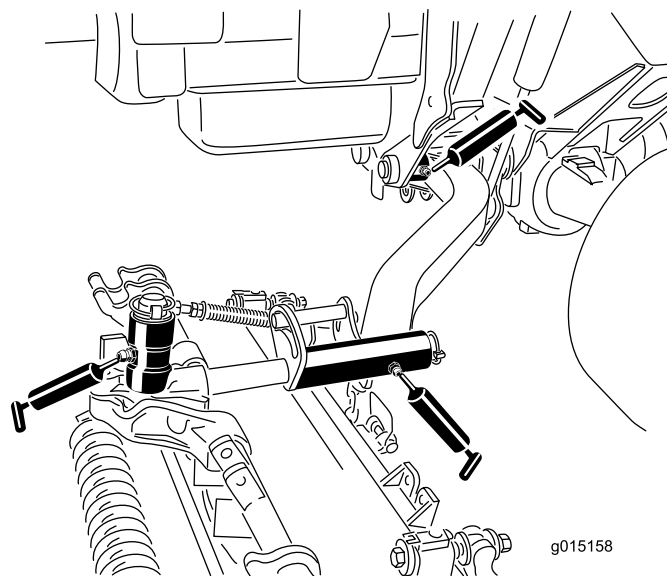

Figura 53
- Casquilhos da articulação do braço de elevação (1 por unidade de corte) (Figura 53)
- Estrutura suporte da unidade de corte (2 por cada unidade de corte) (Figura 53)
- Articulação do braço de elevação da unidade de corte (1 por cada unidade de corte) (Figura 53)